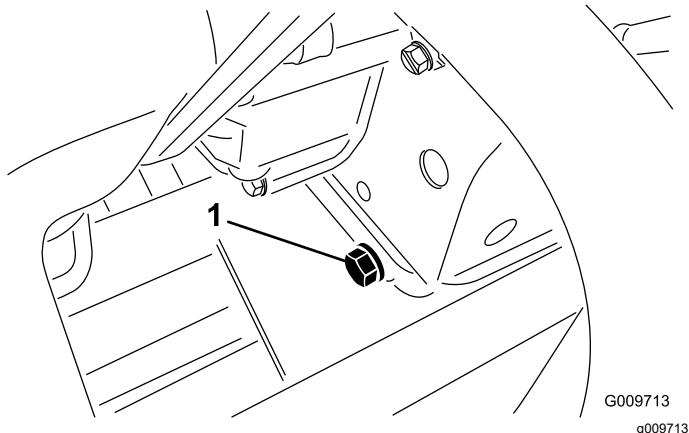

Figure 57
2. Retirez le bouchon de vidange (Figure 57) et laissez couler l'huile dans un bac de vidange.